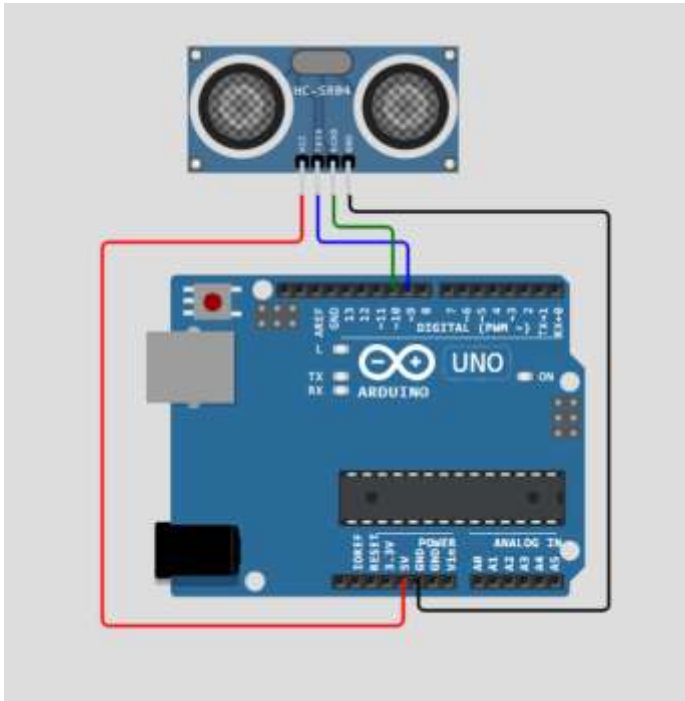

Рисунок 1
1. Собранная схема подключения датчика (Рисунок 1);